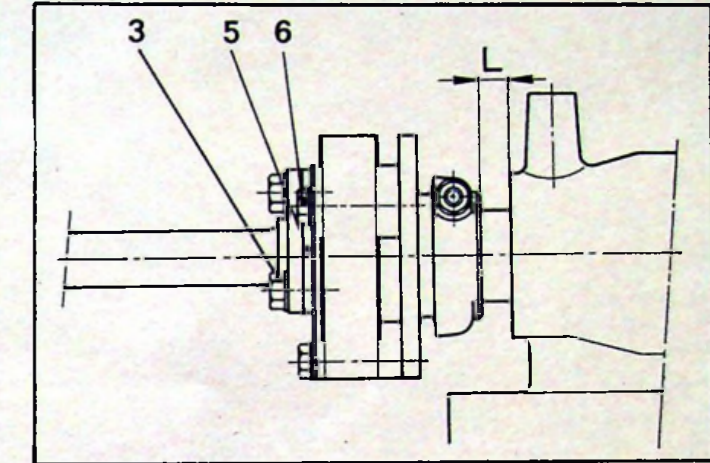

Fig. 2
- Mesurer la cote L ( voir figure 2 ) ; elle doit être inférieure à 13 mm.
Sinon, interposer une cale d'épaisseur ( 5 ) ( voir figures 2 et 3 ) entre le palier élastique arrière et l'arbre.